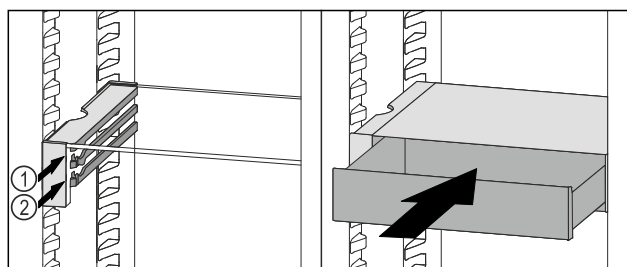

Fig. 214
- Vendosni sirtarin VarioSafe prapa ndaluesve në brinjën që dëshironi Fig. 214 (1) ose Fig. 214 (2).